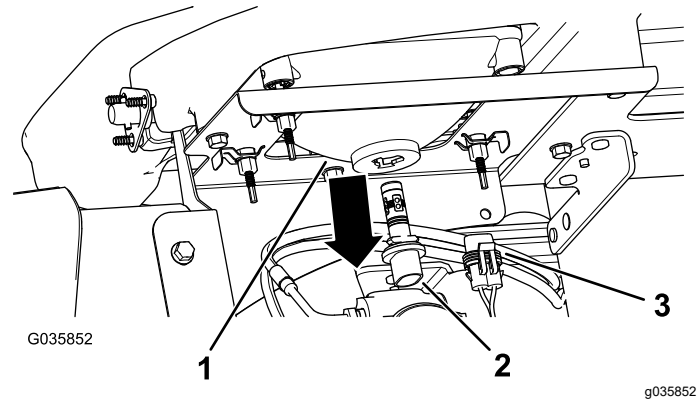

Bild 40
3. Schließen Sie den elektrischen Anschluss für den Kabelbaum vom Lampenanschluss hinten am Scheinwerfergehäuse ab (Bild 40).
4. Drehen Sie die Birne um eine Viertelumdrehung nach links und bewegen sie nach hinten aus dem Lampengehäuse (Bild 40).
5. Setzen Sie die neue Birne und das neue Scheinwerfergehäuse ein und fluchten Sie die Nasen in der Birne mit den Schlitzen im Scheinwerfergehäuse aus (Bild 40).
6. Drehen Sie die Lampe um eine Vierteldrehung nach rechts, um sie zu befestigen (Bild 40).
7. Schließen Sie den elektrischen Anschluss für den Kabelbaum am Anschluss der neuen Lampe an (Bild 40).